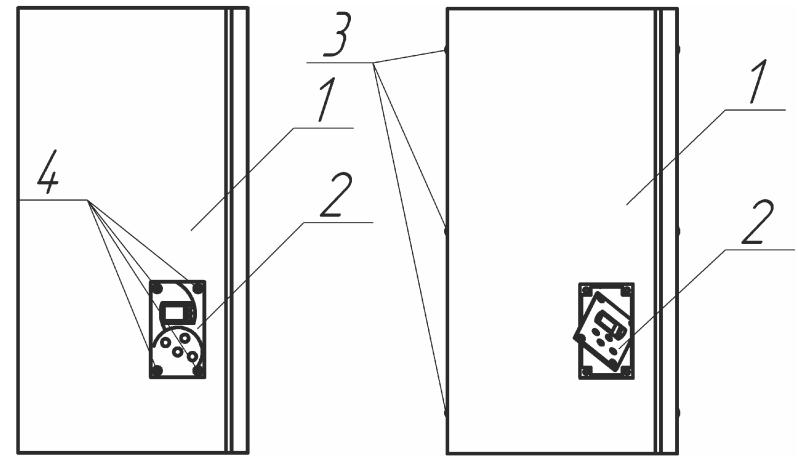

Рисунок 1
**4.1** Для подключения прибора и ремонтно-профилактических работ необходимо снять кожух согласно рис.1. Для этого следует утопить надавливанием до щелчка центральные части крепежных клипс (4) и извлечь их, извлечь панель управления и индикации (2) из окна и, наклонив, ввести её через проём во внутренний объём прибора. После этого отвернуть самонарезающие винты (3) с боковых поверхностей кожуха (1) и снять кожух.